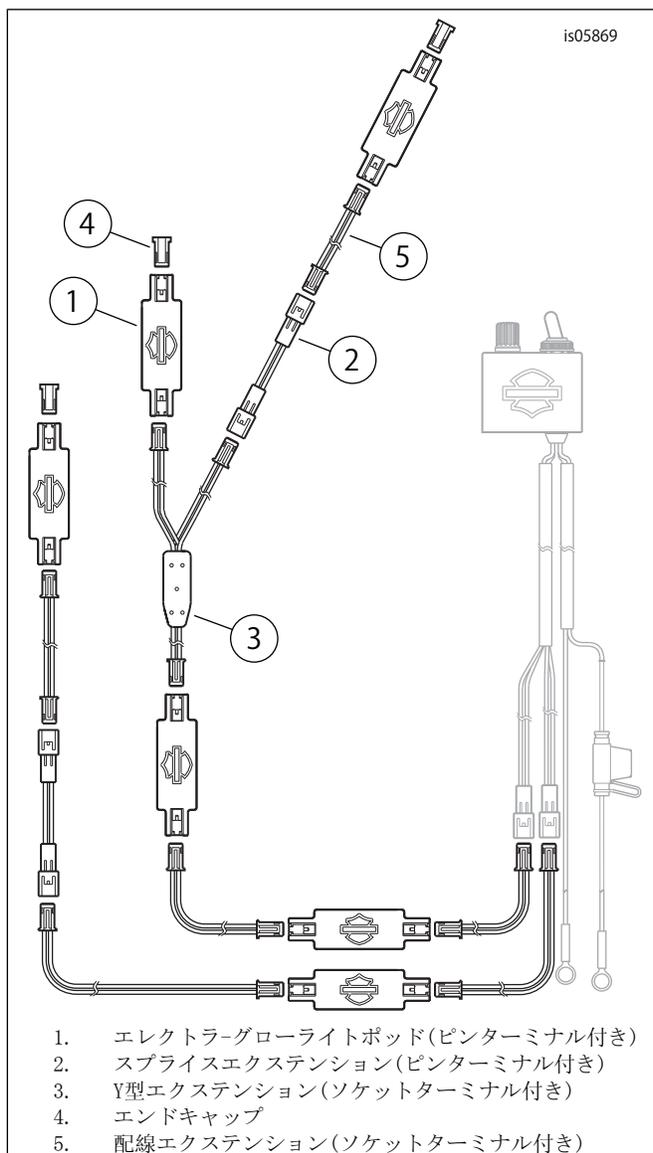

図1. ライトポッドのアレンジ(例)
2. 図1を参照してください。配線エクステンション(5)、Y型エクステンション(3)、スプライスエクステンション(2)、エンドキャップ(4)を組み合わせ、ライトポッド(1)を任意の位置に合わせて直列で回路を組み立てます。